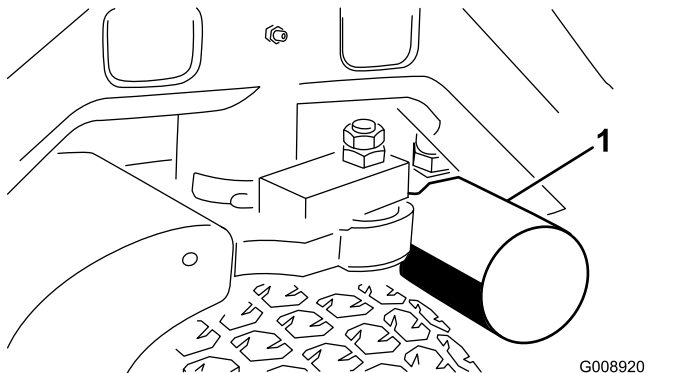
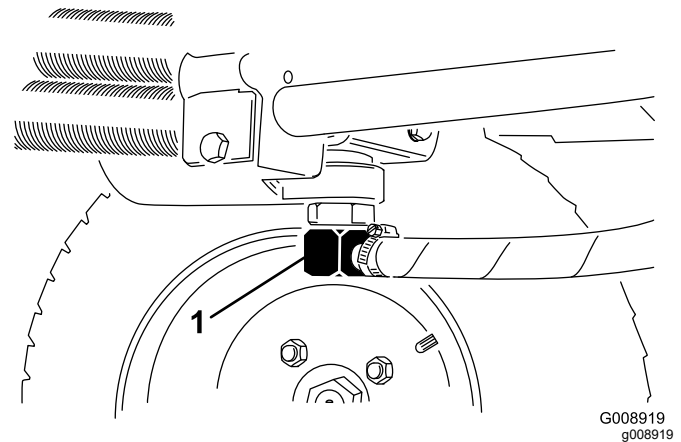

Рисунок 64
Рисунок 65
3. Очистите область вокруг места крепления фильтра. Поместите поддон под фильтр (Рисунок 64), а затем снимите фильтр.
2. Отсоедините гидропровод (Рисунок 65) или снимите гидравлический фильтр (Рисунок 64) и дайте гидравлической жидкости стечь в сливной поддон. Когда гидравлическая жидкость перестанет вытекать, установите гидропровод на место.